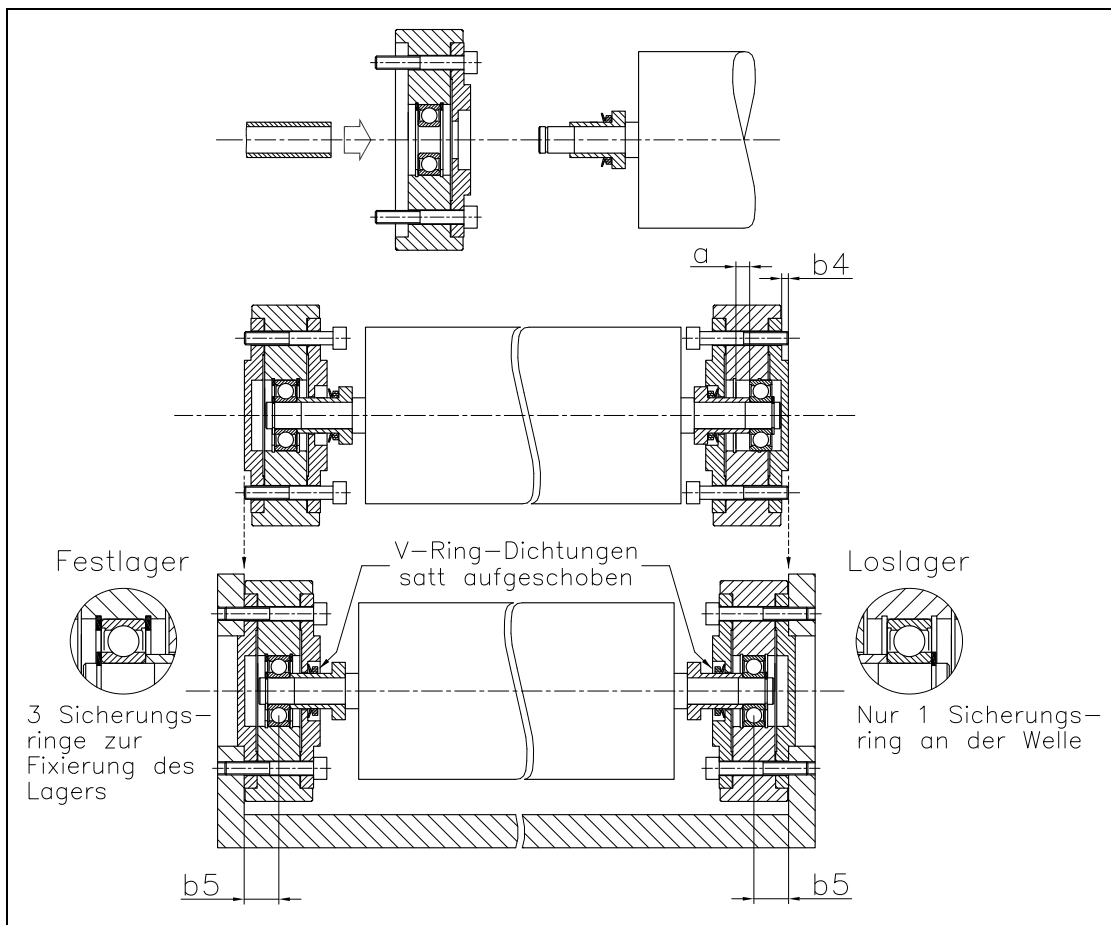

Bild 4: Montagefolge bei Inneneinbau. Damit die Walze montiert werden kann, muss der Verschiebeweg a mindestens doppelt so gross sein wie der Zentriersatz $b4$
Die Montage erfolgt üblicherweise in Festlager-Loslager-Anordnung: Die Welle ist im Festlager gegen axiales Verschieben gesichert (**Bild 4, links**); im Loslager können durch Wärmedehnung oder Toleranzen verursachte Längendifferenzen aufgenommen werden (**Bild 4, rechts**).
- Winkelbüchse mit V-Ring-Dichtung auf die Welle schieben; Richtung der Dichtlippe beachten (**Bild 4, oben**)
- 4 Befestigungsschrauben ins Kraftmesslager einsetzen (**Bild 4, oben**).
- Wälzlager und Kraftmesslager auf die Welle aufpressen. Die Montagekraft darf nur am Innenring des Wälzlagers angreifen (**Bild 4, oben**). Dazu weiches Rohrstück verwenden. Anschliessend Wälzlager auf der Welle fixieren mit Sicherungsring.
- Kraftmesslager der Loslagerseite so weit wie möglich zur Walzenmitte schieben (**Bild 4, Mitte**). Messwalze und Kraftmesslager in die Maschine einsetzen.
- Kraftmesslager der Festlagerseite nach rotem Punkt ausrichten und in die Zentrierbohrung ziehen (**Bild 4, unten**). Kraftmesslager befestigen mit den 4 Schrauben.
- Kraftmesslager der Loslagerseite nach rotem Punkt ausrichten und in die Zentrierbohrung ziehen (**Bild 4, unten**). Kraftmesslager befestigen mit den 4 Schrauben. Kontrolle, ob die Walze frei drehen kann.